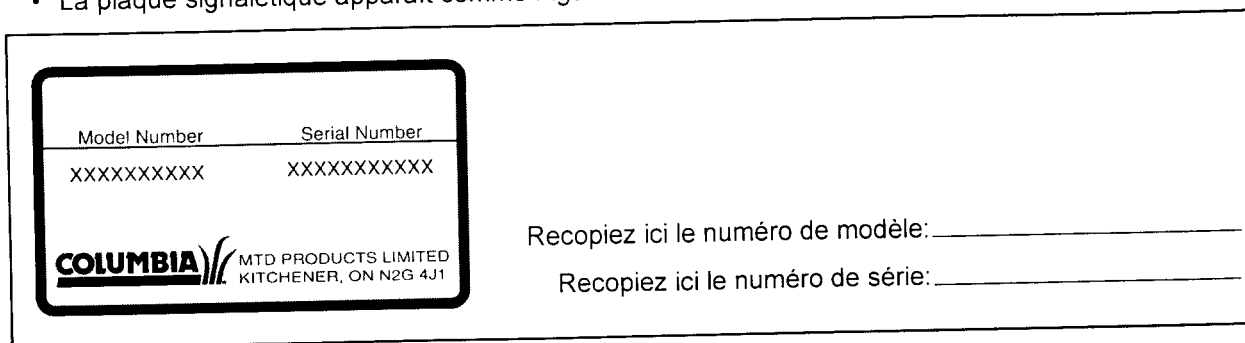

Figure 2
- La plaque signalétique apparaît comme Figure 2.